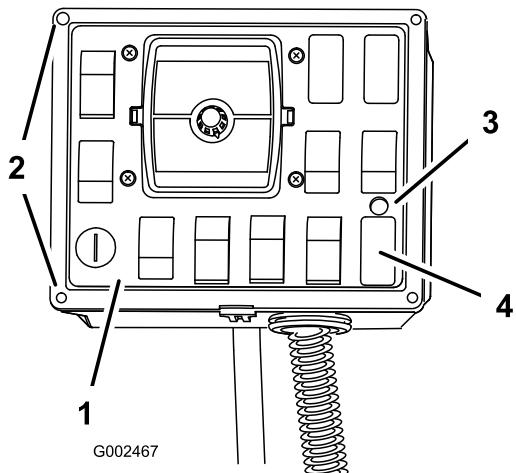

Figura 19
2. En la zona que está justo por encima del tapón del interruptor del Sonic Boom, perfore un taladro de 0,375 pulgadas de diámetro para alojar el testigo (Figura 19).
8. Instale la tapa del panel de control en la caja de control usando las fijaciones retiradas anteriormente (Figura 19).